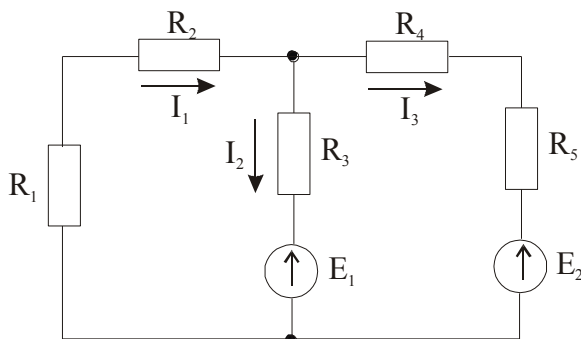

Рис. 12. Схема электрической цепи
**Пример.** Найти токи в ветвях схемы рис. 12, при следующих исходных данных:
9. Для схемы (рис. 12), определите токи в ветвях при следующих исходных данных:  $E_1 = 10\text{В}$  ,  $E_2 = 30\text{В}$  ,  $R_1 = R_3 = 20\text{Ом}$  ,  $R_2 = R_4 = R_5 = 20\text{Ом}$ .